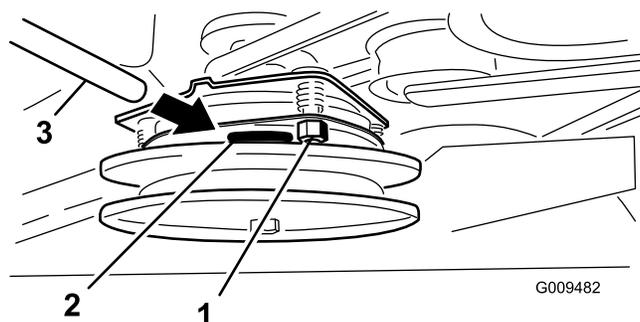

図 61
- 調整が必要な場合は、0.381 mm のすきまゲージを使い、3ヶ所のスロットそれぞれで調整する。すきまゲージがかかるくはさまれるがまだ楽に動かせる程度までロックナットを締め付ける (図 61)。